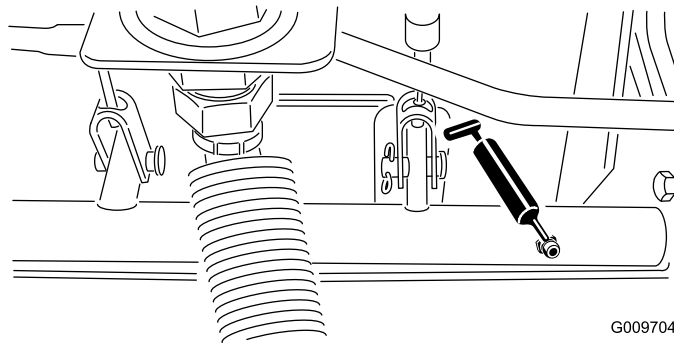

Bild 32
- Bremsstangen-Drehlager (5), wie in Bild 32 abgebildet